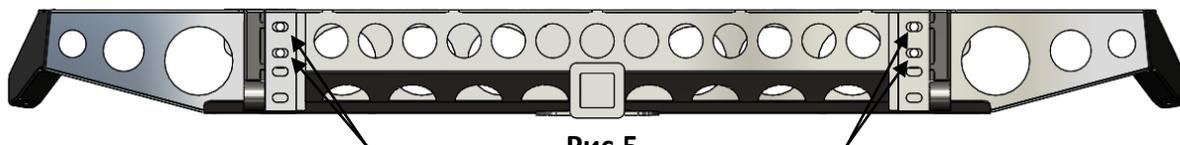

Рис.5
5. Установить металлический каркас бампера на кронштейны болтами М12х30\* (рис.5). **ВНИМАНИЕ! Болты не затягивать! ВНИМАНИЕ! Каркас имеет 2 положения: для штатного положения кузова и для кузова, поднятого над рамой на 65 мм.**